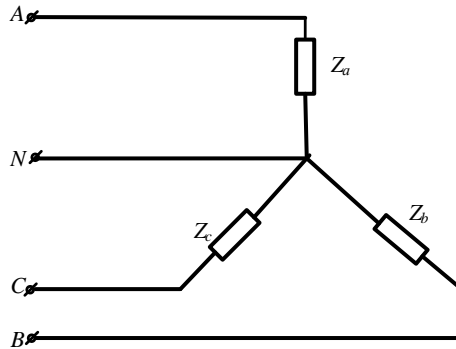

Рисунок 66
**Задача 63.** В схеме (рис.66)  $U_L=380\text{В}$ ;  $Z_A=6+j8(\text{Ом})$ ;  $Z_B=24+j7(\text{Ом})$ ;  $Z_C=20\text{Ом}$ . Рассчитать фазные и линейные токи, ток нулевого провода, активную и реактивную мощность цепи, построить векторную диаграмму токов.